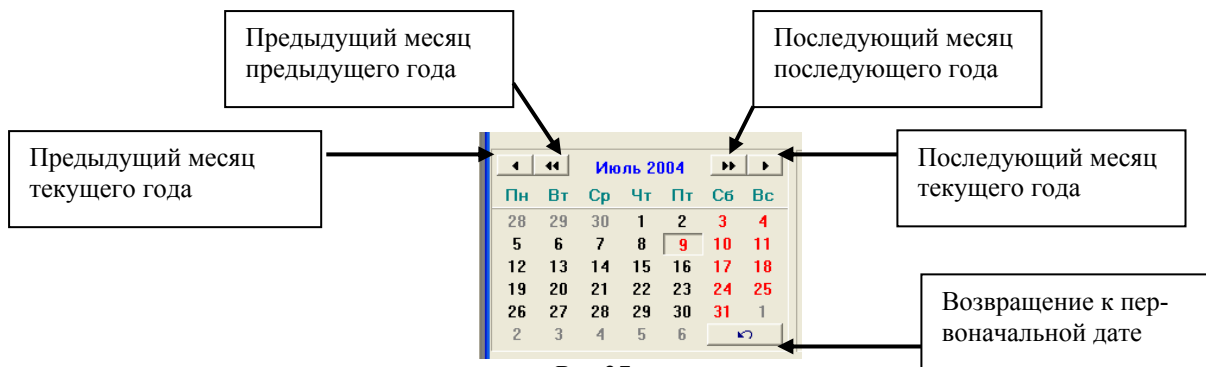

Рис.27
2. выбрать интересующую дату (рис.27);